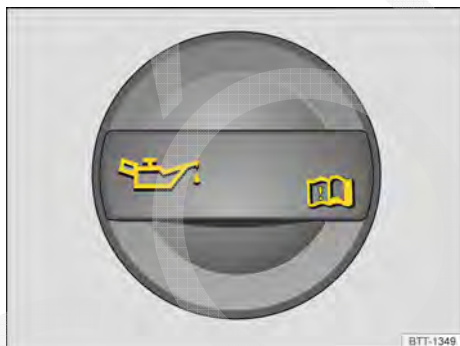

Fig. 229 No compartimento do motor: tampa da abertura de enchimento de óleo do motor.
4. Identificar a abertura de enchimento de óleo do motor e a vareta de medição do óleo. A abertura para enchimento do óleo do motor é identificada pelo símbolo 🛢 na tampa → Fig. 229 e no punho de cor contrastante da vareta de medição do óleo. Se não estiver claro onde a tampa e a vareta de medição do óleo se encontram, procurar uma Concessionária Volkswagen.
9. Desrosquear a tampa da abertura para enchimento de óleo do motor → Fig. 229.